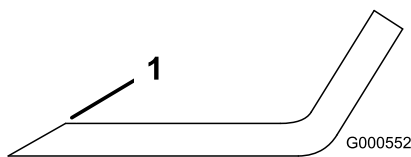

Bild 78
- Schärfen Sie die Schnittkante an beiden Enden des Schnittmessers mit einer Feile (Bild 78).
Hinweis: Feilen Sie, wenn das Schnittmesser nicht ausgewuchtet ist, vom Flügelbereich des Messers etwas Metall ab (Bild 78).